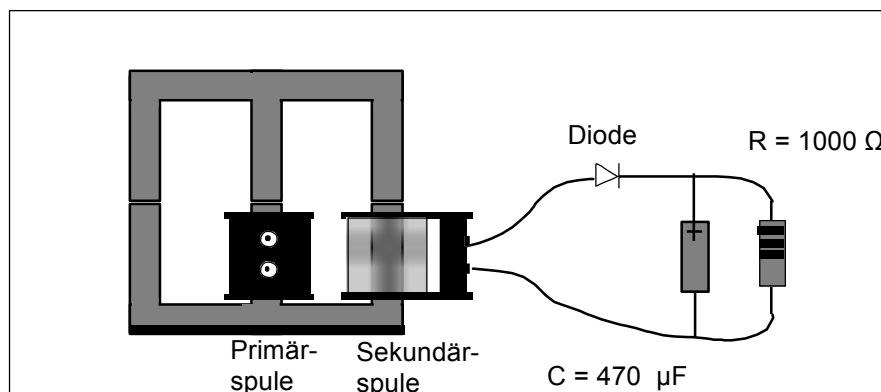

Abb. 4
10. Fügen sie der Schaltung einen Kondensator der Größe  $470 \mu\text{F}$ , wie in Abb. 4 gezeigt parallel zum Lastwiderstand hinzu. Achten Sie dabei auf die Polung des Kondensators. Der Pluspol des Kondensators ist mit der Kathode der Diode verbunden. Welche Wellenform ergibt sich nun über dem Lastwiderstand? Sind die Schwankungen im Signal dieselben, wie bei der vorherigen Schaltung? Wie hoch ist der Wert der Gleichspannung?
13. Stellen Sie auf Ihrem Oszilloskop die Triggerung wieder so ein, dass auf die Netzfrequenz getriggert wird (schauen sie ggf. im Handbuch Ihres Oszilloskopes nach). Verbinden Sie nun die Masse des Tastkopfes mit *Punkt B* der Schaltung (Abb. 4). Die Tastkopfspitze schließen Sie an *Punkt A* an. Zeichnen Sie den zeitlichen Verlauf des Signals (Ausgangsspannung) auf. Wiederholen Sie die Messung, indem Sie die Tastkopfspitze an *Punkt C* anschließen. Zeichnen Sie das Ergebnis erneut auf. Welche Unterschiede ergeben sich zwischen den beiden Kurvenformen? Beschreiben sie die Unterschiede.